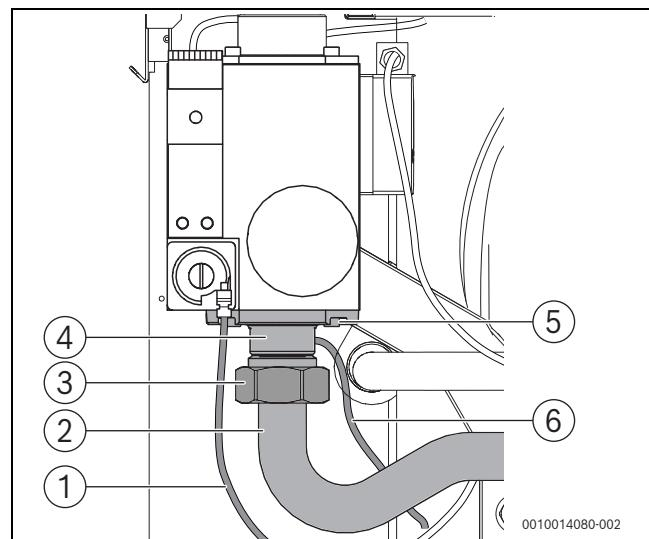

Bild 23 Gasblende ausbauen (Kesselgröße 75; 100; 150 [bis V03]¹⁾, 200 – 300 kW)
- ▶ Überwurfmutter am Gasrohr lösen n (→ Bild 23 und 24).
- ▶ Vier Innensechskantschrauben (→ Bild 23 und 24, [5]) am Anschlussflansch [4] entfernen und Flansch von der Armatur abnehmen. Dabei darauf achten, dass das Gasrohr [2] nicht beschädigt und/oder abgeknickt wird.
- ▶ Messleitungen für Kompensation [1] und Gas-Ausgangsdruck [5] auf korrekten Sitz prüfen (→Bild 23 und 24 sowie 17.4.3, Seite 68).